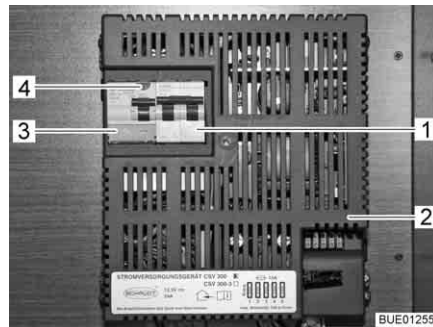

Bild 126 230-V-Sicherungsautomat und FI-Schalter (CSV 300)
Ein Fehlerstrom-Schutzschalter (FI-Schalter) (Bild 126,3) im Stromversorgungsgerät CSV 300 (Bild 126,2) sichert das gesamte Fahrzeug gegen Fehlerstrom (0,03 A) ab.
Ein nachgeschalteter zweipoliger Leitungsschutzschalter (Bild 126,1) im Stromversorgungsgerät sichert das 230-V-Bordnetz ab.
- Wenn das Fahrzeug an die 230-V-Versorgung angeschlossen ist, die Prüftaste (Bild 126,4) drücken. Der Fehlerstrom-Schutzschalter (FI-Schalter) muss auslösen.